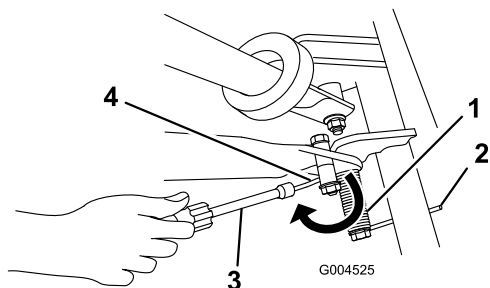

図 7
6. 後ろ向きに出ているスプリングの端にナット・ランナーをかぶせ、この端をキックスタンドのスペーサの下に引っ掛ける (図 7)。